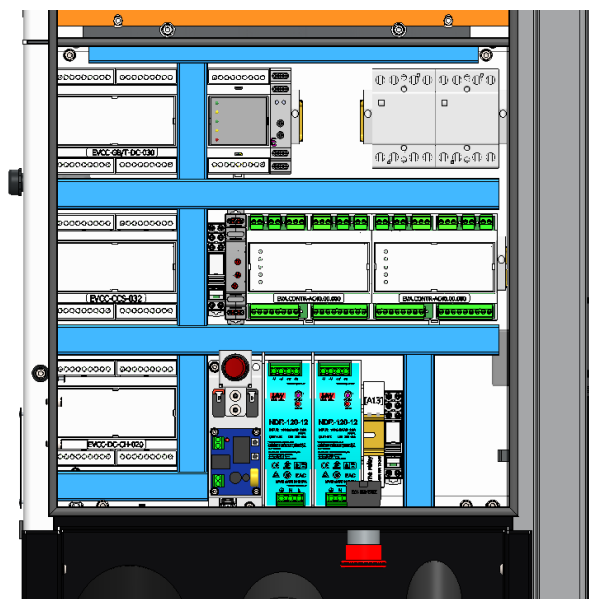

Рисунок 7.12. Контролери заряду
2. Контролери (Рисунок 7.12) встановлюються на плату (позначаються як EVCC-CN-XXX, EVCC-CCSXXX, EVCC-GBT-XXX, EVCC-AC-XXX). Для заміни контролерів заряду (Рисунок 7.12) їх необхідно витягнути, потягнувши на протилежну сторону плати.
Видалення модему (рис. 7.12):
Сутінкове реле (Рисунок 7.13) встановлено на DIN-рейку. Його розташування залежить від комплектації станції. Наприклад, на станції (Рисунок 7.12) реле знаходиться поруч з модемом.